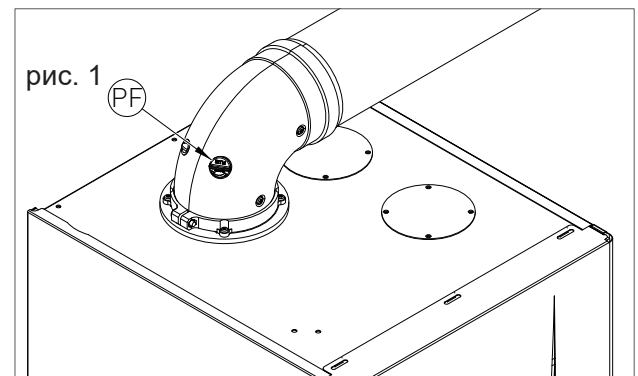

рис. 1
- › Вставьте зонд анализатора дымовых газов в соответствующий штуцер анализа дымовых газов «PF» (рис. 1), после чего проверьте, соответствует ли значение CO₂ тому, что приведено в главе «Технические характеристики», в противном случае открутите защитный винт «А» (рис. 2) и отрегулируйте при помощи ключа-шестигранника на 4 винт «2» (рис. 2) регулятора смещения. Для того чтобы увеличить значение CO₂, необходимо вращать винт по часовой стрелке, а чтобы его уменьшить — против часовой стрелки. После завершения регулировки затяните защитный винт «А» (рис. 2) на регуляторе смещения.